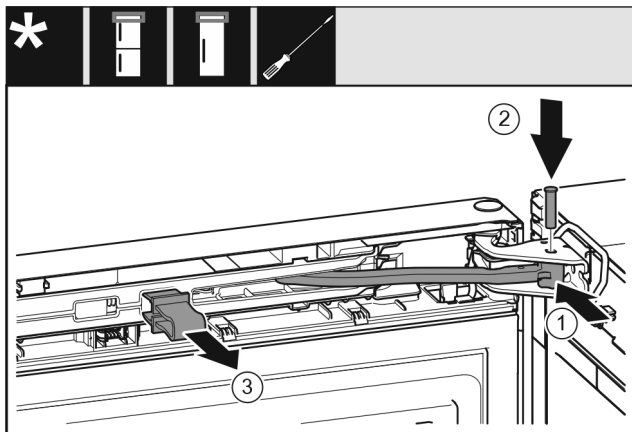

Fig. 72
- ▶ Rotiți articulația Fig. 72 (1) în suportul de lagăr.
- ▶ Introduceți bolțul Fig. 72 (2) în suportul de lagăr și articulație. Urmăriți ca respectiva camă de fixare să fie așezată corect în canelură.
- ▶ Detașați siguranța Fig. 72 (3).